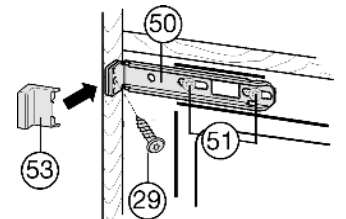

Fig. 18
- ▶ Немного ослабьте винты *Fig. 18 (51)*.
- ▶ Закрепите верхний крепежный уголок *Fig. 18 (50)* с помощью винтов для стружечной плиты *Fig. 18 (29) ø4x19* на стенке мебели.
- ▶ Удалите выступающий конец крышки *Fig. 18 (53)*.
- ▶ Затяните винты *Fig. 18 (51)*.
- ▶ Установите крышку *Fig. 18 (53)*.